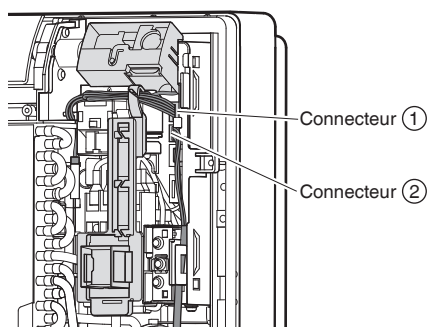
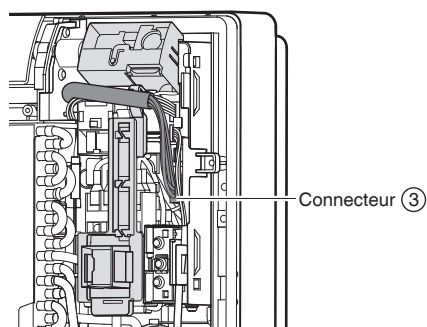

Fig. 4
Fig. 5
- 4) Retirez les connecteurs ① ② ③. (Voir Fig. 4 et Fig. 5)
- 13) Installez les connecteurs ① ② et guidez le câble comme indiqué dans l'illustration. (Voir Fig. 4)
- 14) Installez le connecteur ③ et guidez le câble comme indiqué dans l'illustration. (Voir Fig. 5)